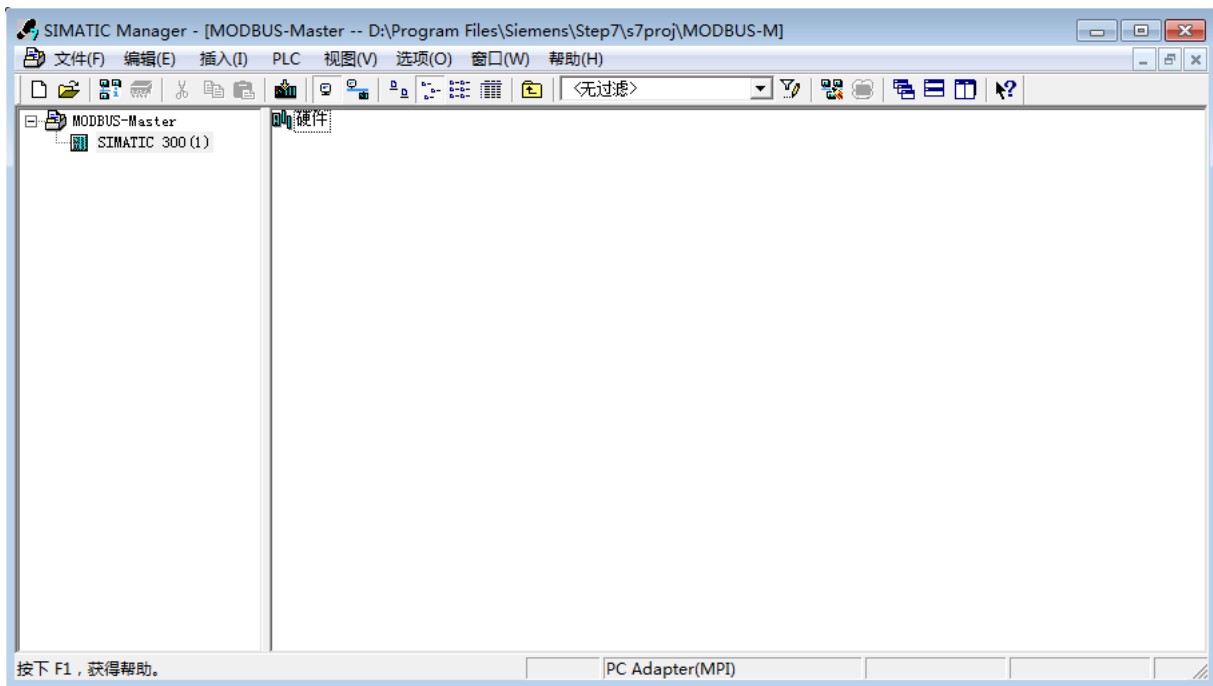
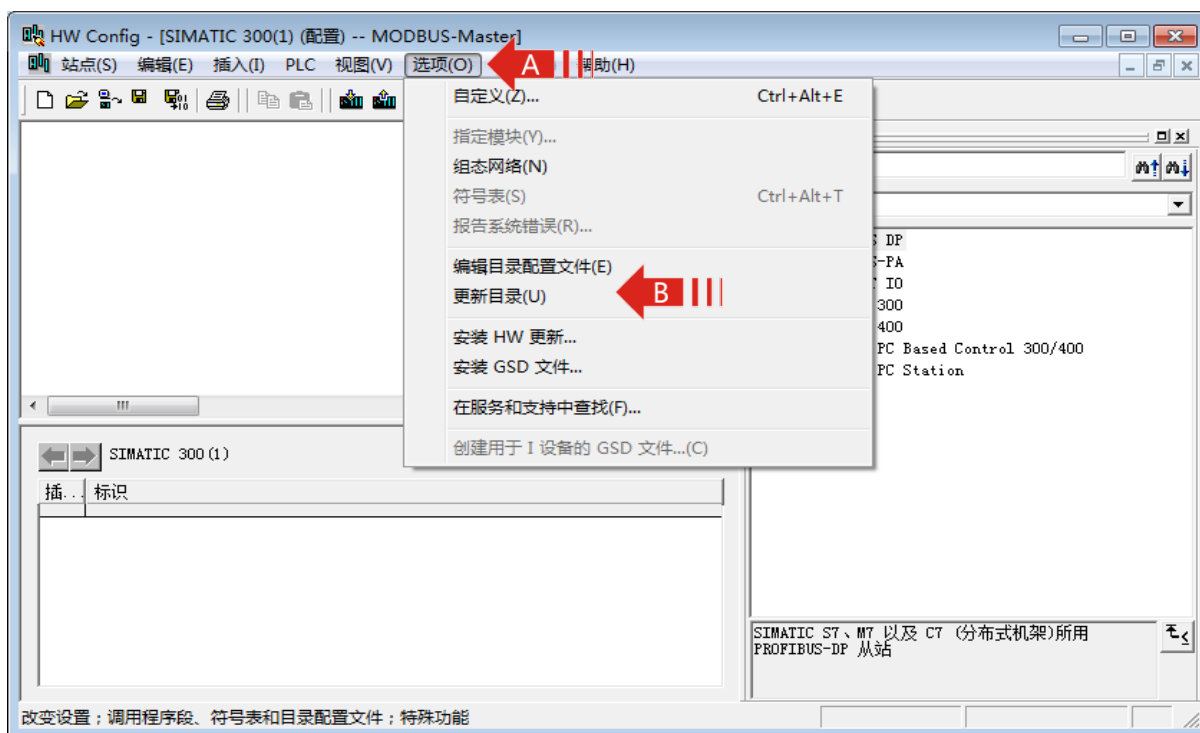

图 4-5
图 4-6
› 完成了进入 S7300 (1) 系统如图 4-5。
› 双击左键图 4-5 中的硬件打开“HW Config”硬件配置窗口。点击菜单栏中的“选项->更新目录”，将 GSD 文件 BC-MSV10.gsd 和 BC-MMV10.gsd 文件加入软件的目录中。如图 4-6 所示。